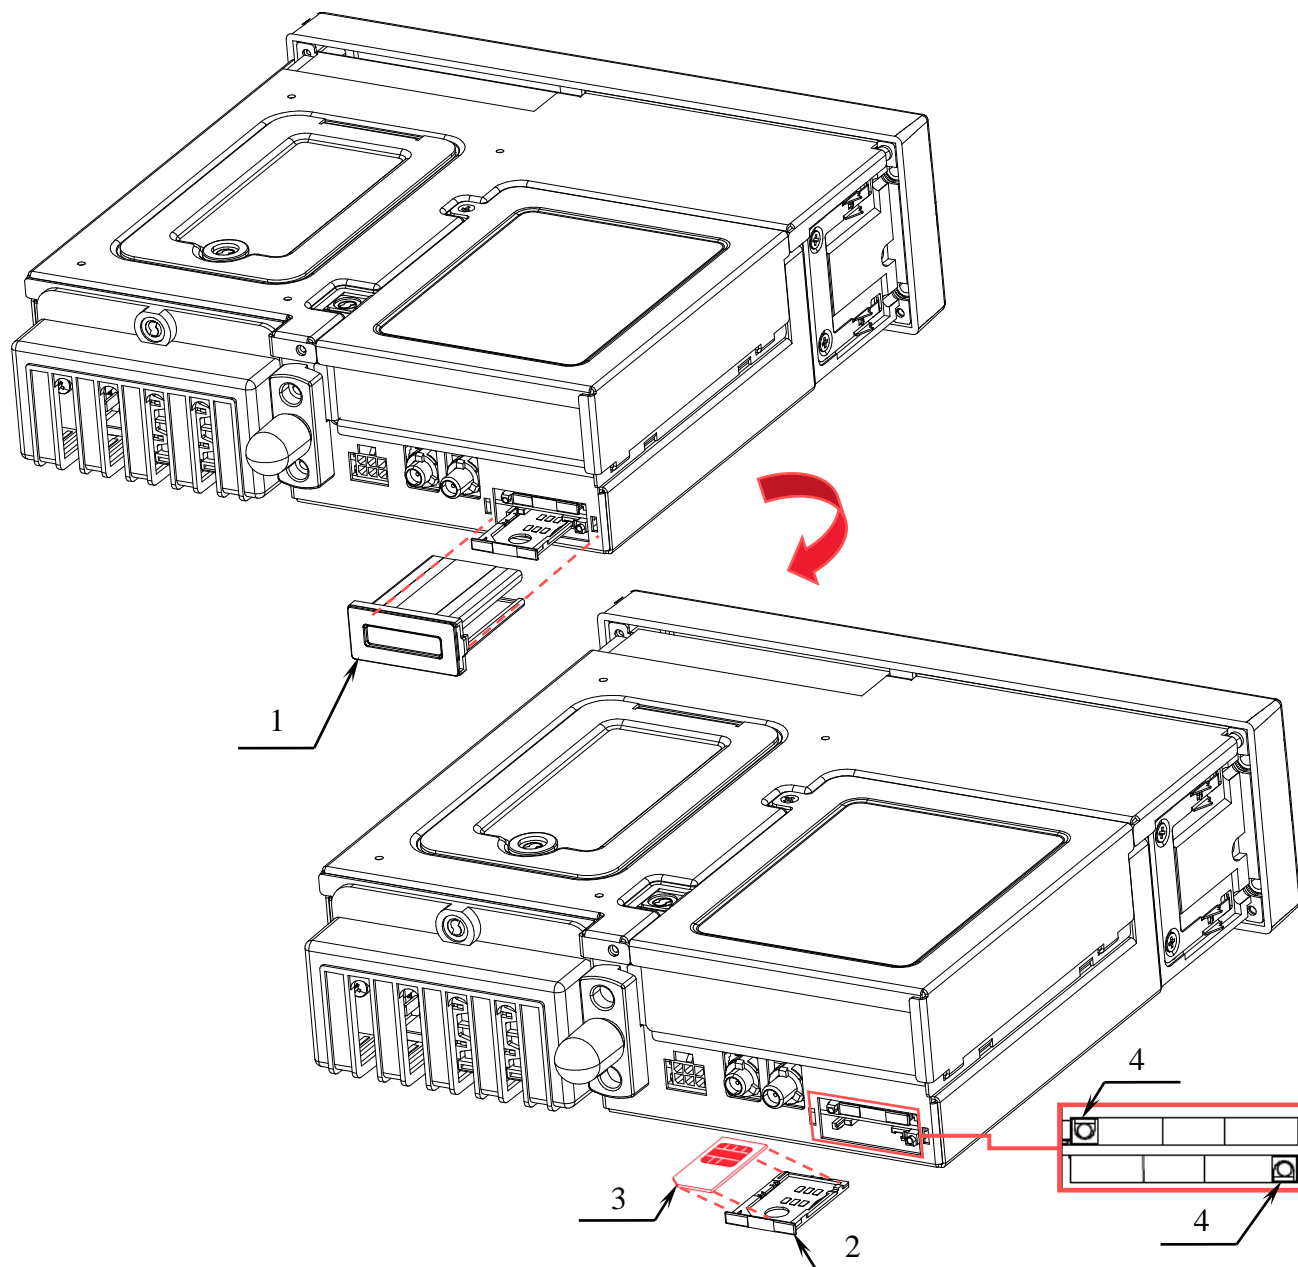

Рисунок 21.
Два разъема для установки SIM-карт располагаются под специальной крышкой в задней части корпуса. Чтобы установить SIM-карту откройте крышку 1 (см. рисунок 21) и нажмите на кнопку извлечения подложки (4) на одном из разъемов. Установите на подложку разъема 2 (см. рисунок 21) SIM-карту (3), а затем верните подложку с картой обратно в разъем.
После установки SIM-карт, разъемы закрываются крышкой 1 (см. рисунок 21), которая опломбируется с помощью гарантийной наклейки (аналогичной наклейке для пломбировки разъема GSM антенны), как показано на рисунке 22.